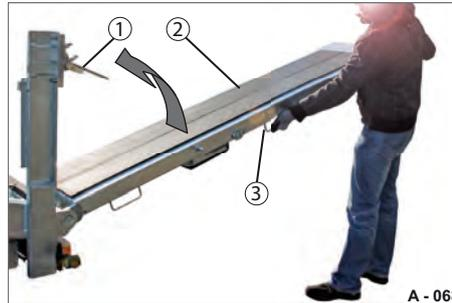

Abb. 105 Auffahrrampe einteilig anheben
- ▶ Auffahrrampe (Abb. 105/2) an den Griff (Abb. 105/3) nach oben heben.